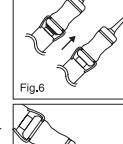

Fig.7
- d) Entro 10 secondi dalla fine della miscelazione, iniziare a estrarre la miscela direttamente dentro la preparazione (Fig. 7).
- d) Máximo 10 segundos después de haber terminado de mezclar, empezar a echar la mezcla directamente en la cavidad preparada (Fig. 7).